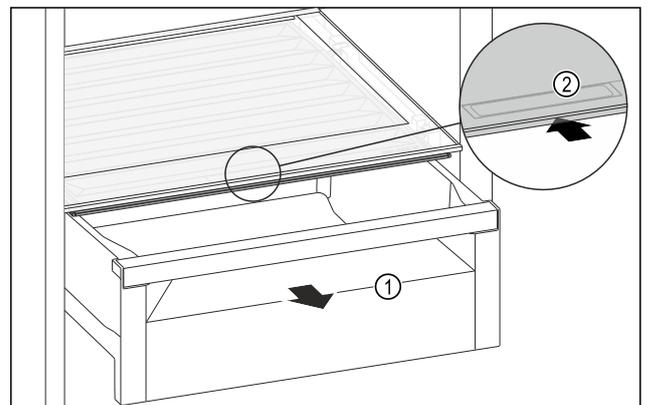

Fig. 109
- ▶ Extraer el compartimento Fig. 109 (1).
- ▶ Agarrar el tirador empotrado *Fig. 109 (2)* en la tapa del compartimento y tirar de la tapa del compartimento hacia atrás al mismo tiempo.